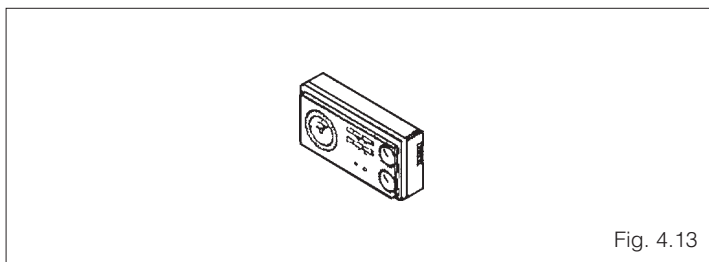

Fig. 4.13
- intervenendo sul termostato ambiente o sul programmatore orario (fig. 4.13)